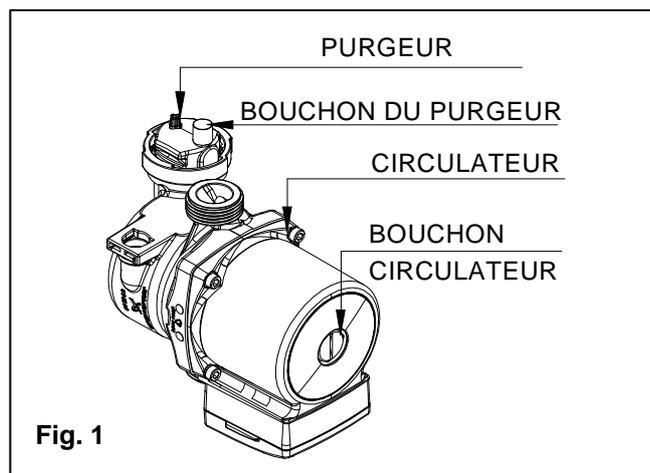

Fig. 1
- contrôler que le bouchon du purgeur du circulateur soit légèrement desserré pour permettre à l'air de sortir (fig.1).